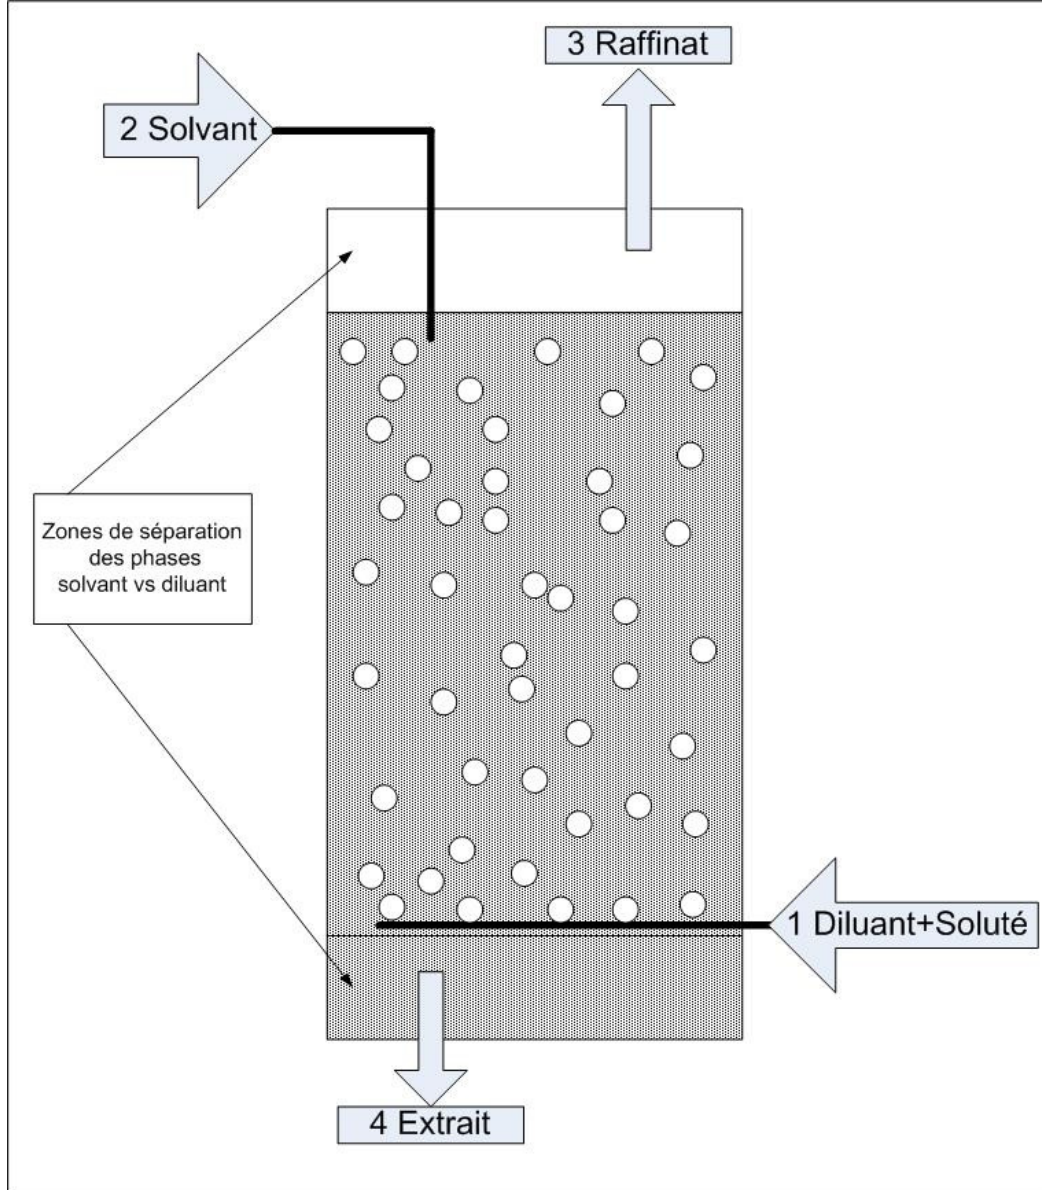

Figure 2.
Un exemple simple d'extracteur, est une colonne dans laquelle sont mis en contact le mélange à traiter, diluant + soluté (1) avec le solvant (2). Sur la figure 2, on suppose que le solvant constitue la phase lourde (descendante) et se trouve sous forme continue. Le diluant constitue la phase légère (montante) et se trouve sous forme dispersée (les gouttes). Il est intéressant de souligner l'analogie entre ce dispositif et la colonne à distiller (qui, on se le rappelle, permettait le contre-courant entre un liquide descendant et une vapeur montante). Dans l'extracteur, au fur et à mesure de leurs ascensions, les gouttes vont s'appauvrir en soluté et inversement le solvant en descendant va s'enrichir en soluté. L'extracteur permet le transfert du soluté de la phase raffinat (3) vers la phase extraite (4). Dans les extrémités de la colonne, il y a des zones permettant la séparation des deux phases liquides.